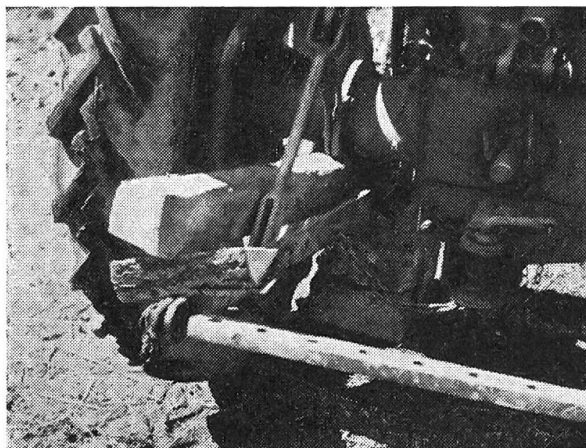
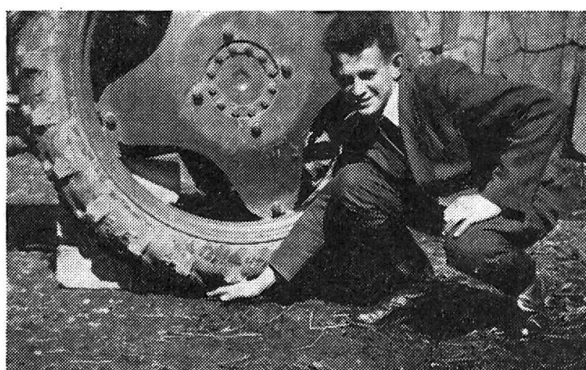

Fig. 2:
Fig. 3:
**Note de la Rédaction.** — A notre avis, le cadre de levage des fig. 3 et 4 présente moins de risques d'accidents que le système consistant à ne soulever qu'une roue du tracteur.
Avec le cadre de levage, un support devient superflu puisque les deux cales (voir fig. 3) servent de soutien à l'essieu arrière. Les extrémités avant des longerons du cadre reposent sur le sol, tandis que leurs extrémités arrière s'appuient sur la barre de relevage. — Entre la roue de derrière gauche et le cadre de levage, on peut apercevoir une planche insérée entre l'essieu avant et le corps du tracteur. Elle sert à immobiliser la machine.
La figure 1 montre un dispositif de déchargement imaginé par moi-même et construit en partie par moi, en partie par un forgeron. Il convient aussi bien pour les remorques à tracteurs que pour les chars à traction animale. Ce dispositif se présente comme un lattis composé de lattes de bois et de deux câbles métalliques. Pour maintenir ces lattes, des boucles sont formées à intervalles réguliers avec les câbles. Lorsque le lattis est achevé, on l'étale sur le pont du véhicule, jusque tout devant. Son extrémité de derrière est alors fixée solidement à un tuyau sur lequel il viendra s'enrouler. Ce dernier se monte de façon très simple, comme on peut le voir par la figure 3. Pour enrouler le lattis, on aura recours à un lève-roue d'ancien modèle qui sera monté à l'extrémité gauche du tuyau (voir figure 2). En actionnant le dispositif, le chargement supporté par le lattis mobile est transporté lentement vers l'arrière. Cette sorte de treuil peut être manœuvré sans peine par un seul homme, lequel fait mouvoir le levier amovible de côté et d'autre, comme celui d'une pompe.
La figure 2 fait voir clairement le tuyau enrouleur ainsi que la roue à rochet et le cliquet du vieux lève-roue. La simplicité de fixation du tuyau apparaît sur la figure 3. On n'a besoin que de desserrer un seul boulon à ses extrémités pour enlever le lattis enroulé.